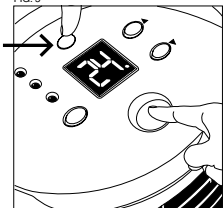
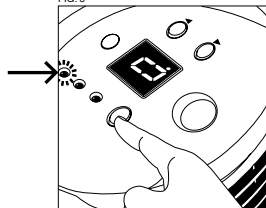
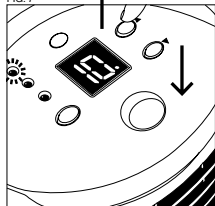

FIG. 6
FIG. 7
FIG. 8
- Presione el botón programador (4), el piloto luminoso (1) se encenderá y en la pantalla aparecerá un 0 (Fig.6). Pulse los botones ▲ (8) ó ▼ (9) hasta que la pantalla indique el número que desee (Fig.7). En unos segundos aparecerá en pantalla la temperatura ambiente y se mantendrá encendido el piloto luminoso (1) (Fig.8).
- Cuando llegue la hora programada el termo ventilador se encenderá automáticamente y el piloto luminoso (1) se apagará.
- Sitúe el interruptor (7) en posición de encendido, seleccione la potencia y la temperatura deseadas.
- Cuando llegue la hora programada el termo ventilador se apagará automáticamente y el piloto luminoso (1) se apagará.